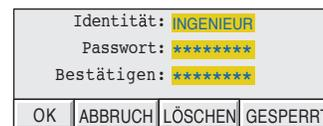

Abbildung 4.4.3b ID Edit Seite
2. Eine Dialogbox erscheint. Drücken Sie wieder auf das Feld INGENIEUR (Abbildung 4.4.3b).